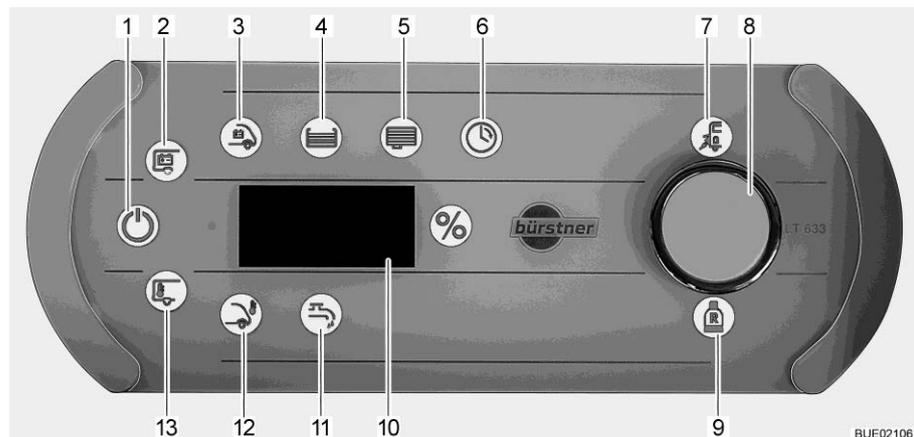

Fig. 184 Panel LT 633
El símbolo Control de red (Fig. 184,7) estará encendido si el vehículo es alimentado con una tensión de red de 230 V. Las baterías son cargadas.
- Presionar el pulsador giratorio (Fig. 184,8) brevemente. El símbolo 12 V ON (Fig. 184,1) está encendido. Si los símbolos 12 V ON y Batería del habitáculo (Fig. 184,2) parpadean tres veces, la alimentación de corriente estará desactivada.
- Pulsar el pulsador giratorio (Fig. 184,8) y mantenerlo pulsado por aprox. 5 segundos. El símbolo Batería del habitáculo (Fig. 184,2) estará parpadeando y en el display (Fig. 184,10) se visualizará "On".
- Soltar el pulsador giratorio. El símbolo 12 V ON (Fig. 184,1) está encendido. La alimentación de corriente está conectada.
- Girar el pulsador giratorio hasta que se encienda el símbolo Bomba de agua (Fig. 184,11). En la visualización se mostrará el estado de conmutación actual ("ON" u "OFF").
- Pulsar el pulsador giratorio. El estado de conmutación cambia de "On" a "OFF" o bien de "OFF" a "On": la alimentación de la bomba de agua estará conectada o bien desconectada. Cuando la bomba de agua está conectada, está encendido el símbolo Bomba de agua (Fig. 184,11).
- Girar el pulsador giratorio hasta que se encienda el símbolo Batería del habitáculo (Fig. 184,2). Se visualizará la tensión de batería de la batería del habitáculo en el display (p. ej. "13,8U" para 13,8 voltios) por aprox. 20 segundos.
- Girar el pulsador giratorio hasta que se encienda el símbolo Batería del motor de arranque (Fig. 184,3). Se visualizará la tensión de batería de la batería del motor de arranque en el display por aprox. 20 segundos.
Indicaciones de los niveles de llenado del depósito:	<ul style="list-style-type: none"> ■ Girar el pulsador giratorio hasta que se encienda el símbolo Depósito de agua (Fig. 184,4). El símbolo "%" está encendido. Se visualizará el nivel de llenado del depósito de agua en el display por aprox. 20 segundos. ■ Girar el pulsador giratorio hasta que se encienda el símbolo Depósito de aguas residuales (Fig. 184,5). El símbolo "%" está encendido. Se visualizará el nivel de llenado del depósito de aguas residuales en el display por aprox. 20 segundos. <p>Si el valor visualizado está parpadeando, el depósito de agua estará vacío o bien el depósito de aguas residuales estará lleno.</p>
Reserva de gas	<p>El símbolo Bombona de gas de reserva (Fig. 184,9) estará encendido si se está usando la bombona de gas de reserva.</p>
Visualizar temperatura interior y exterior:	<ul style="list-style-type: none"> ■ Girar el pulsador giratorio hasta que se encienda el símbolo Temperatura interior (Fig. 184,13) o Temperatura exterior (Fig. 184,12). En el display se visualizará la temperatura seleccionada. <p>El sensor de temperatura para la temperatura interior es opcional.</p>
Ajustar el reloj:	<ul style="list-style-type: none"> ■ Girar el pulsador giratorio hasta que se encienda el símbolo Reloj (Fig. 184,6). ■ Pulsar el pulsador giratorio y mantenerlo pulsado por aprox. 3 segundos. La visualización de la hora parpadea. ■ Ajustar las horas girando el pulsador giratorio. ■ Pulsar el pulsador giratorio. La visualización de los minutos parpadea. ■ Ajustar los minutos girando el pulsador giratorio. ■ Pulsar el pulsador giratorio. La visualización dejará de parpadear. La hora está ajustada. <p>Si no se actúa el pulsador giratorio durante 10 segundos, el reloj volverá a regresar a la visualización de la hora. Si la alimentación de red está desconectada, la visualización de la hora se apagará después de 6 minutos.</p>